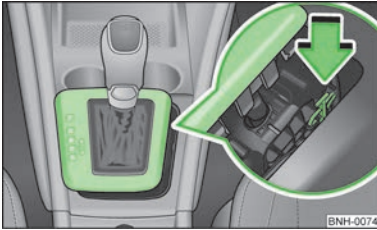

Abb. 72
- Mit einem Finger auf das gelbe Kunststoffteil in Pfeilrichtung drücken » Abb. 72.